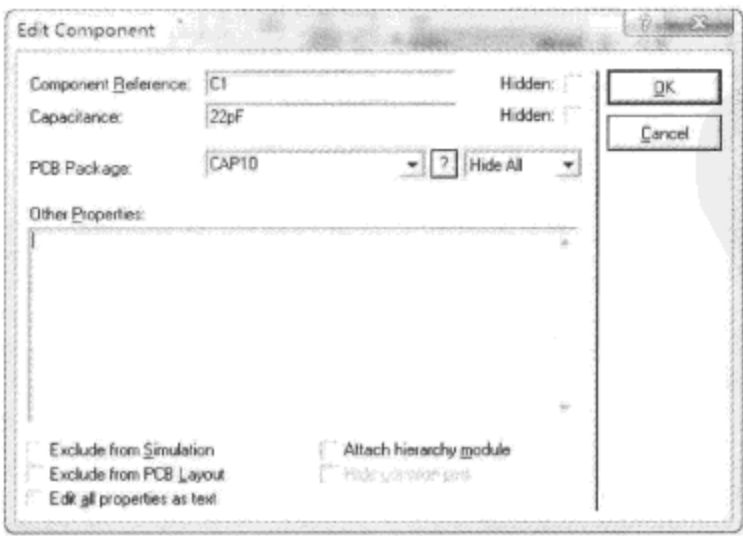

图 5.1.12 元件属性编辑窗口
(4) 元件添加到绘图区后,双击元件,可打开元件编辑窗口,如图 5.1.12 显示的是电容 C1 的编辑窗口。